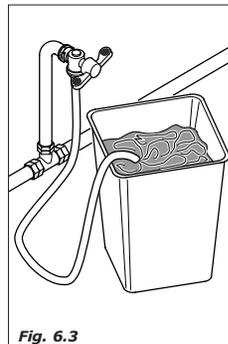

Fig. 6.3
- antes de efetuar a conexão hídrica, deixar sair um pouco de água da torneira para eliminar eventuais resíduos de impureza e de sujeira (Fig. 6.3).